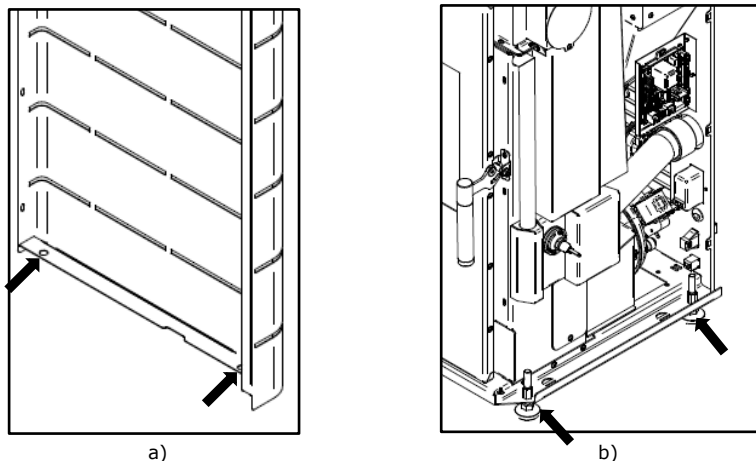

Figura 57 - Encaixe lateral inferior das envoltentes
b) Encaixar os furos inferiores das capas laterais, Figura 57-a, nos guias que se encontram no fundo da máquina, Figura 57-b.